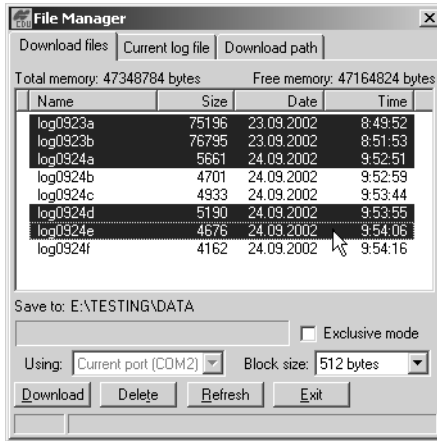

Figura 4-5. Descarga de Archivos
7. Seleccione el(los) archivo(s) que descargará (Figura 4-5).